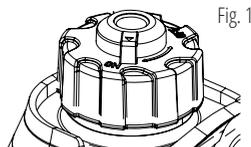

Fig. 1
3. Ouvrez l'évent du bouchon de réservoir de carburant en position « ON ». (Fig. 1).